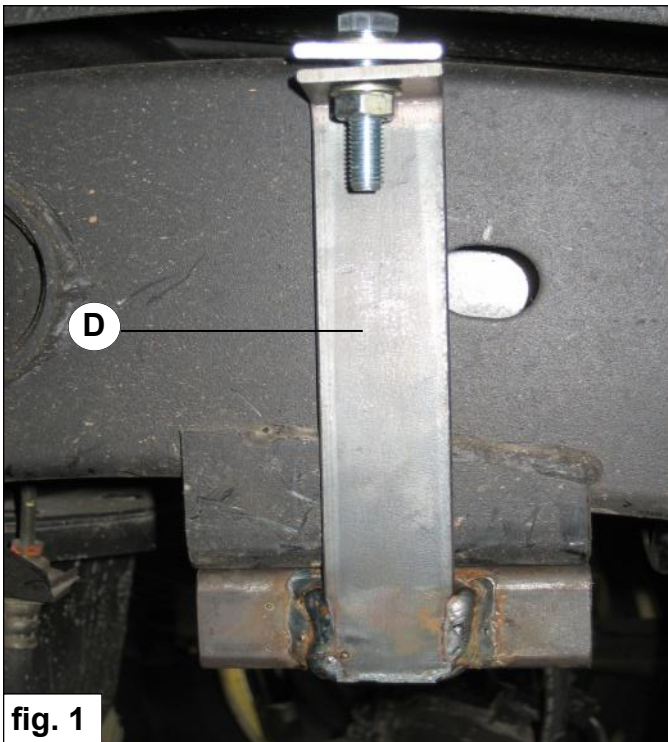

fig. 1
2. Montieren Sie den Puffer erhöher **D** über den Chassis. Drehen Sie die Bolzen so weit wie möglich an. Siehe Fig.1.